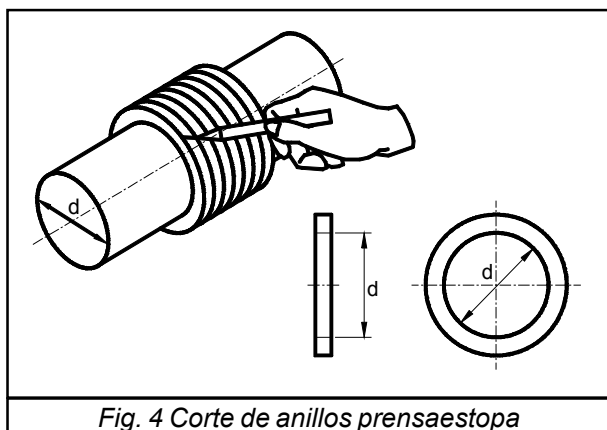

Fig. 4 Corte de anillos prensaestopa
2. Retire las tuercas (221) que sujetan la caja prensaestopa a la pieza intermedia (200). Deslice la caja prensaestopa y extraiga del interior las empaquetaduras (215).
3. Deslice sobre el eje la bocina prensaestopa (204) y extraiga las empaquetaduras que se encuentran dentro de la pieza intermedia.
5. Corte los anillos de empaquetaduras de acuerdo al diámetro del eje enrollando la trenza de empaque alrededor del eje de la bomba sin tensionarlo (Ver Fig. 4).